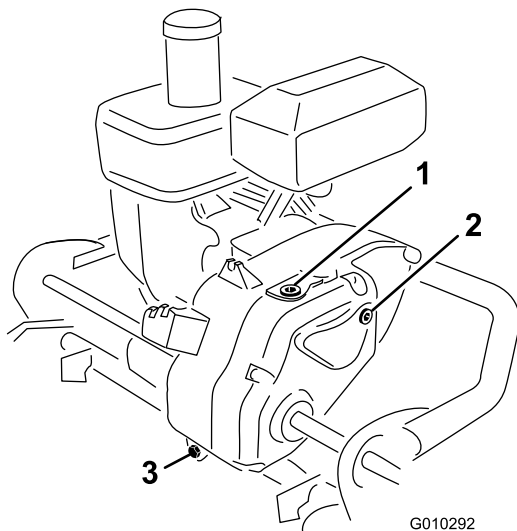

Bild 28
2. Nehmen Sie die Prüf-/Füllschraube aus der rechten Getriebeseite heraus (Bild 28). Der Ölstand sollte am unteren Rand des Lochs liegen. Entfernen Sie sonst die Füllschraube oben am Getriebe und füllen Sie genug Öl der richtigen Sorte auf, bis der Stand unten am Prüfloch ist.
2. Entfernen Sie die Ablassschraube hinten am Getriebe (Bild 28).
3. Drücken Sie den Griff nach unten und kippen Sie die Maschine nach hinten. Entfernen Sie die Füll- und Prüfschraube vom Getriebe (Bild 28).